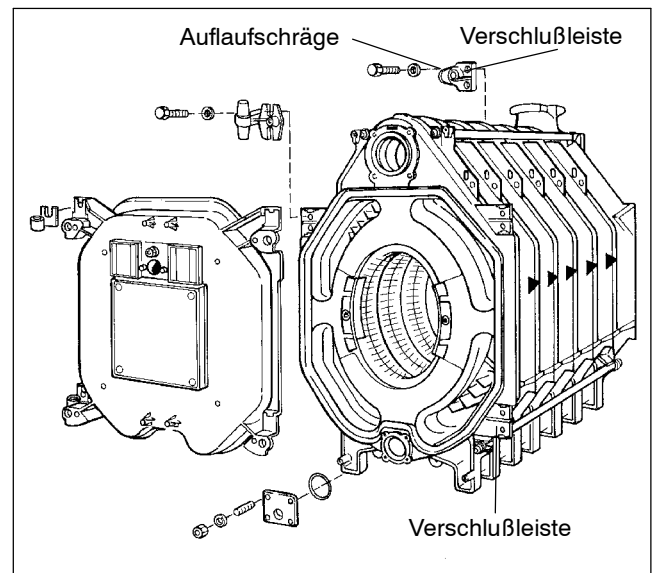

Abb. 23 Darstellung zeigt nicht werksseitigen Anbau
- Verschlussleisten mit Auflaufschräge für die Brenntür entsprechend Abb. 23 (Rechtsanschlag) mit je 2 Maschinenschrauben M 12 x 55 am Vorderglied anschrauben. Die Auflaufschräge muß immer auf der Innenseite des Kessels sein. Für Linksanschlag entsprechend auf der rechten Seite anschrauben.